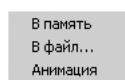

Рис. 2.69. Всплывающее меню кнопки  – **Копировать** на панели инструментов **Анимационного окна**
- щелкните на панели инструментов **Анимационного окна** по первой кнопке  – **Копировать**. Появится всплывающее меню, как на рис. 2.69;